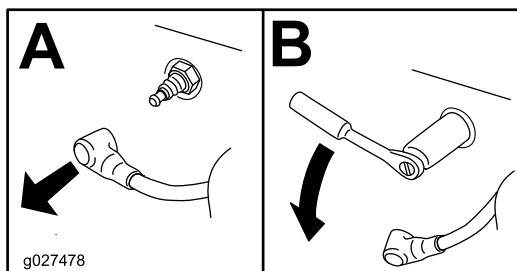

Figura 35
3. Retire la bujía (Figura 35).